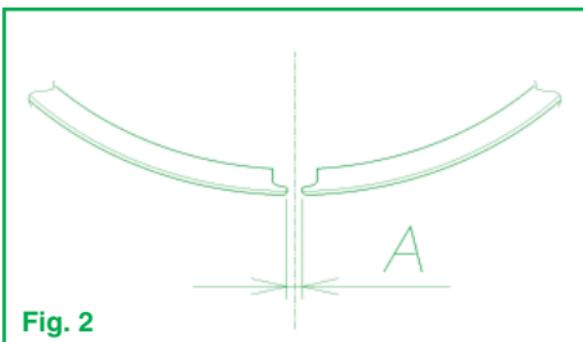

Fig. 2
- c – Con l'ausilio di uno spessimetro misurare la distanza fra le estremità del segmento (luce); luce minima: $A = 0,15 \text{ mm}$ vedi Fig. 2.